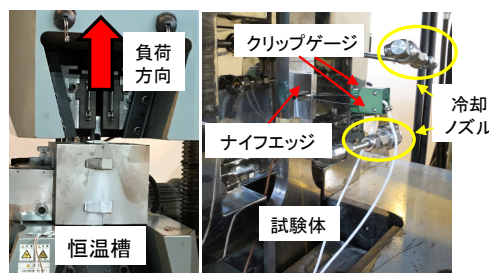

図2 破壊靱性試験(2000kN引張試験機での例)
- ・ 最大20MNまでの引張試験機を用いて試験できます(図2)。